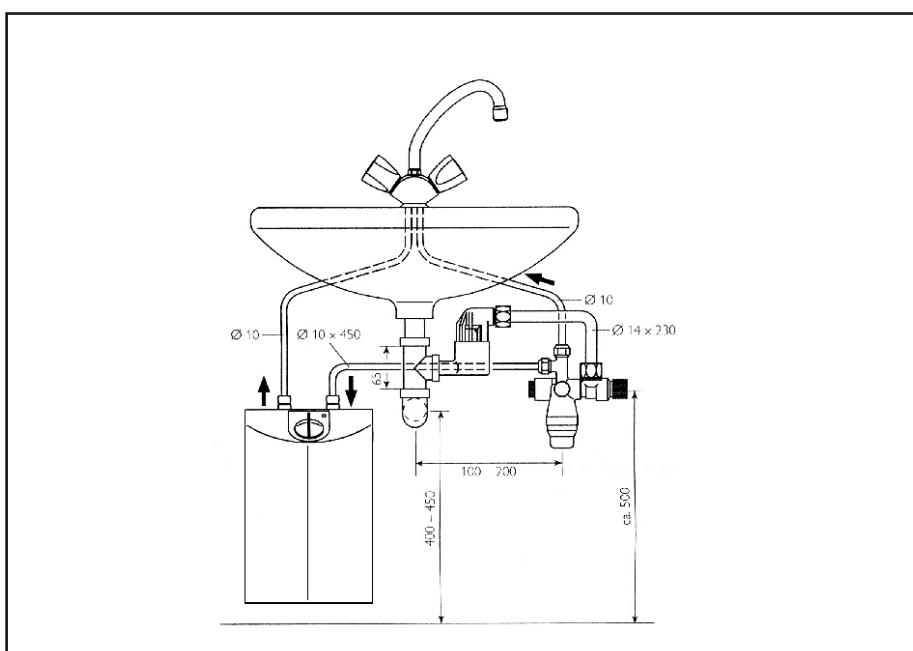

Рис. 21
- Навинтить сливную воронку на перевивную трубу и с помощью колена 14 мм соединить с группой безопасности (отвод излишка воды, образовавшегося в результате расширения). Для подключения второго заборного крана необходимы тройники артикул 07 05 58 (рис. 21).